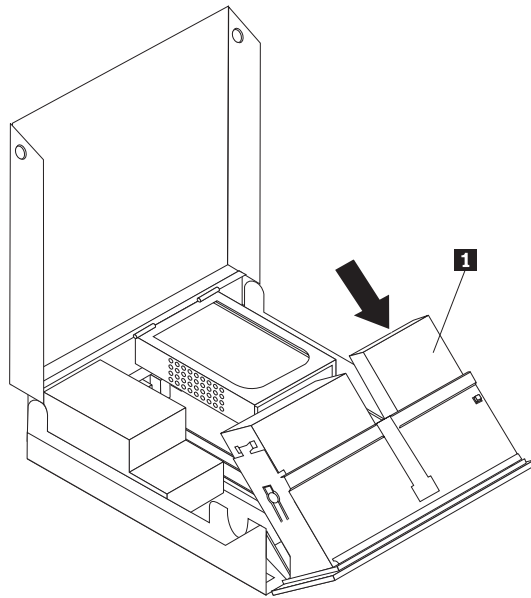

図 13. ケーブル接続へのアクセス
3. ケーブル接続へアクセスするためにドライブ・ベイを上方へ旋回し、ドライブ・ベイ・ケーブルを取り外します。図 13を参照してください。